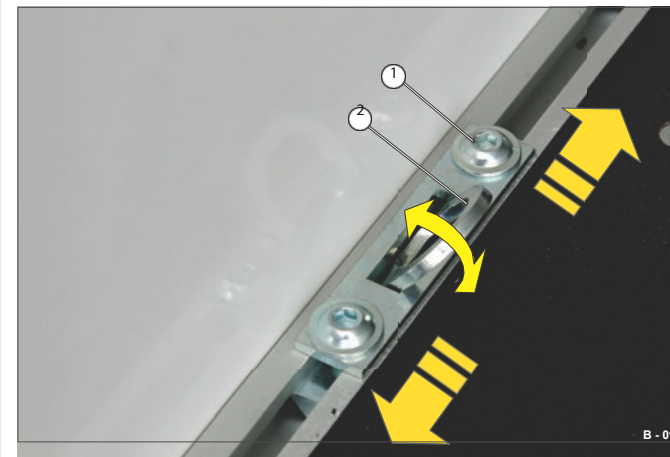

Fig. 18 Surringspunkter, detaljer
Surringsöglan (Fig. 18/2) kan lätt svängas.
- Lossa de båda klämskruvarna (Fig. 18/1).
- Skjut surringsöglan (Fig. 18/2) i golvskenan till önskat läge.